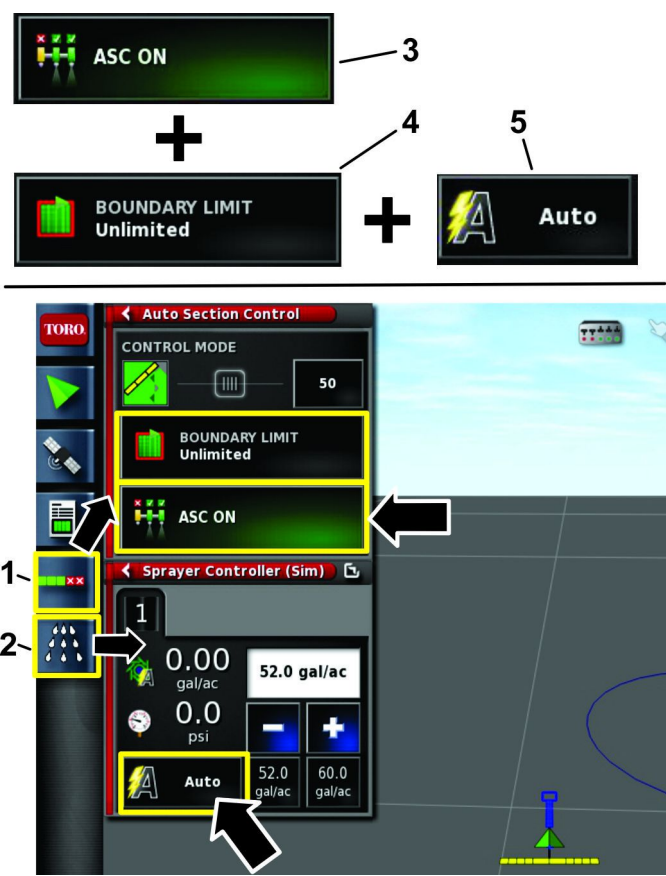

图 112
1. 按自动喷洒臂段控制配置图标和打药车控制器图标图 112。
2. 按 ASC 图标的开启位置将边界限制设置到无限制位置然后将喷洒率控制设置到自动位置图 112。